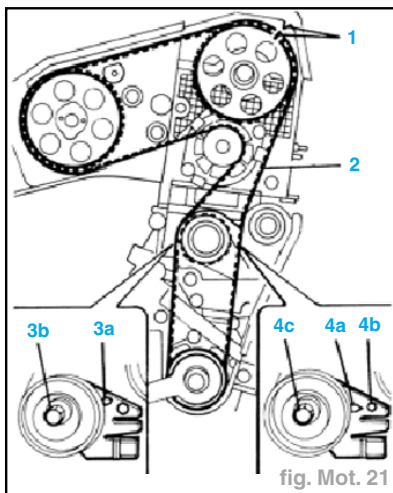

fig. Mot. 21
- Faire tourner la poulie crantée jusqu'à ce que les repères de calage (1) coïncident (fig. Mot. 21).
- Terminer le remontage de la courroie de distribution (2) en suivant la procédure indiquée.